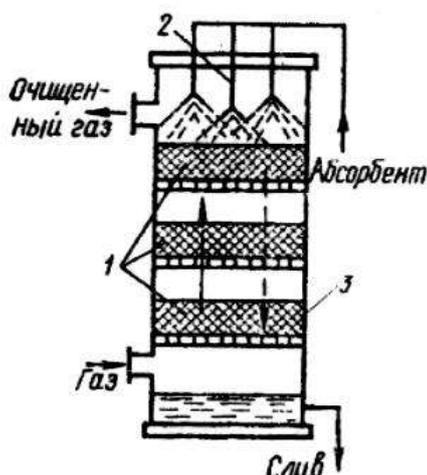

Рисунок 4– Орошаемый скруббер-абсорбер с насадкой
**Фильтры** – широко используются для тонкой очистки промышленных выбросов. Работа их основана на фильтровании воздуха через пористую перегородку, на которой задерживаются частицы примесей (рисунок 4).
В орошаемом скруббер – абсорбере (рисунок 4) насадка 1 размещается в плоскости вертикальной колонны 3. В качестве насадки используют кольца с перфорированными стенками, изготавливаемыми из металла, керамики, пластмассы и других материалов с коррозионной устойчивостью. Орошение колонн абсорбентом осуществляется из разбрызгивателей 2. Загрязненный газ поступает снизу и направляется вверх, подвергаясь непрерывной очистке.